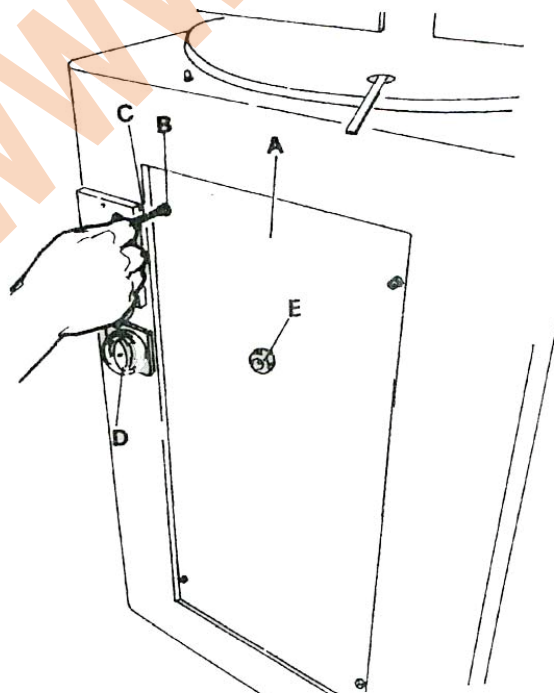

Рис. 11
5.7 Замена пыльного диска (Рис. 11)
- Согласно Рис. 11, отвернуть четыре винта В, с помощью рукоятки Е снять крышку А для доступа к пыльному диску.